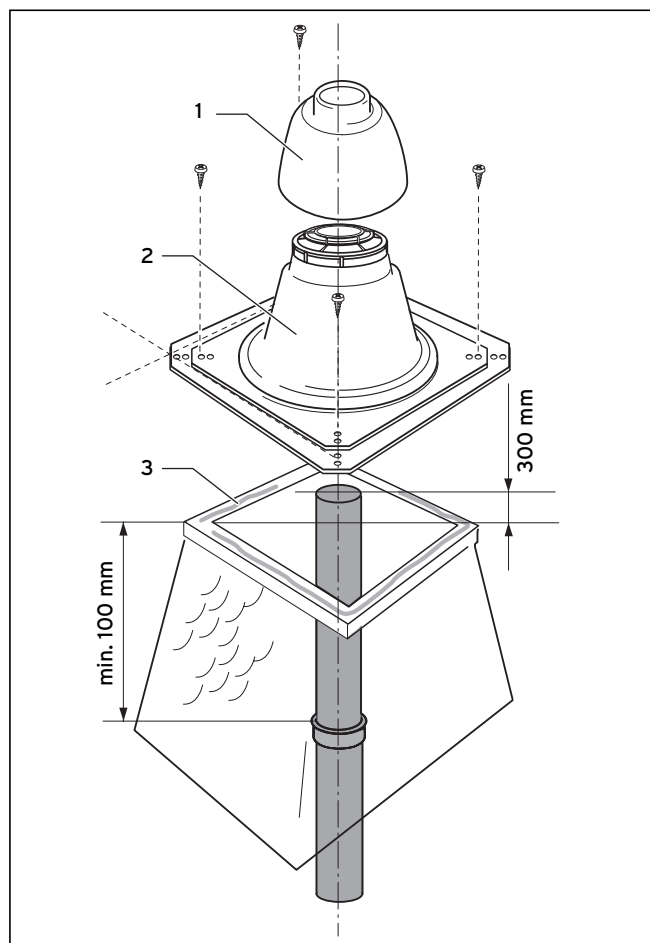

Рис. 6.33 Монтаж оголовка шахты
- Повторяйте соединение труб до тех пор, пока не сможете вставить самую нижнюю трубу в отвод с опорной консолью, а самая верхняя труба не позволит монтаж шахтного перекрытия по рис. 6.33.
Для монтажа шахтного перекрытия из пластика (ПП) соблюдайте рис. 6.33.